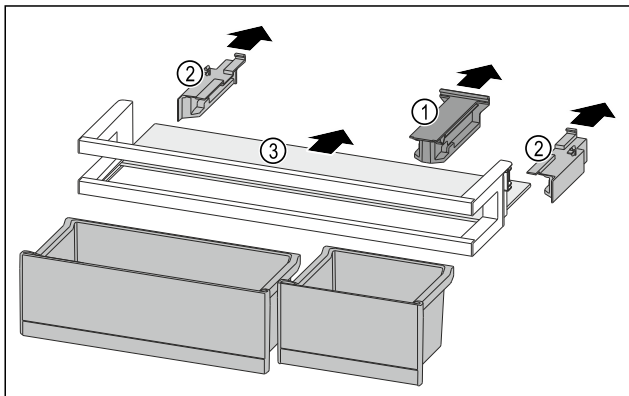

Fig. 81
- Bevestigingsdeel Fig. 81 (1) wegtrekken.
- Zijdelen Fig. 81 (2) wegtrekken.
- Draagplateau Fig. 81 (3) verwijderen.